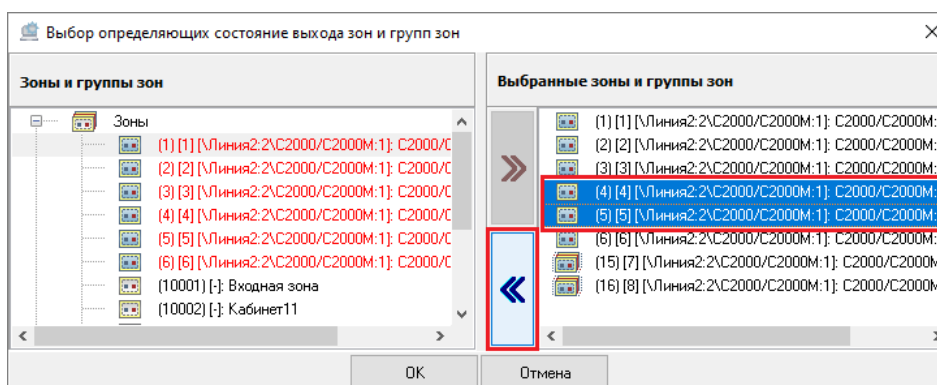

Рисунок 6-397 Отмена привязки к выходу зон и групп зон кнопкой переноса
- выделите одну или несколько зон/групп зон в поле «Выбранные зоны и группы зон» (для выделения сразу нескольких зон/групп зон нажмите на клавиатуре и удерживайте клавишу <Shift> для выбора диапазона или клавишу <Ctrl> для комбинированного выбора) и нажмите кнопку переноса  (см. Рисунок 6-397);